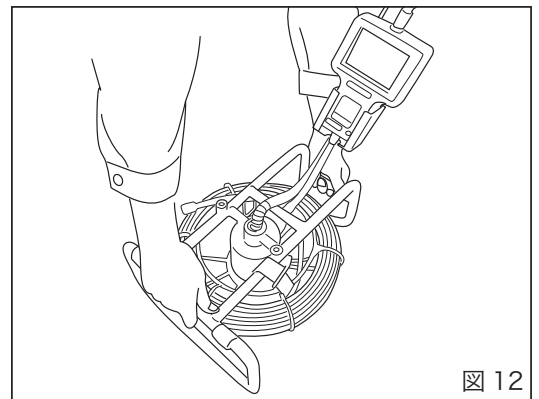

図 12
- ①設置の際には本体を両手で持ち、ゴム足側を下にして静かに置いてください。(図 12)